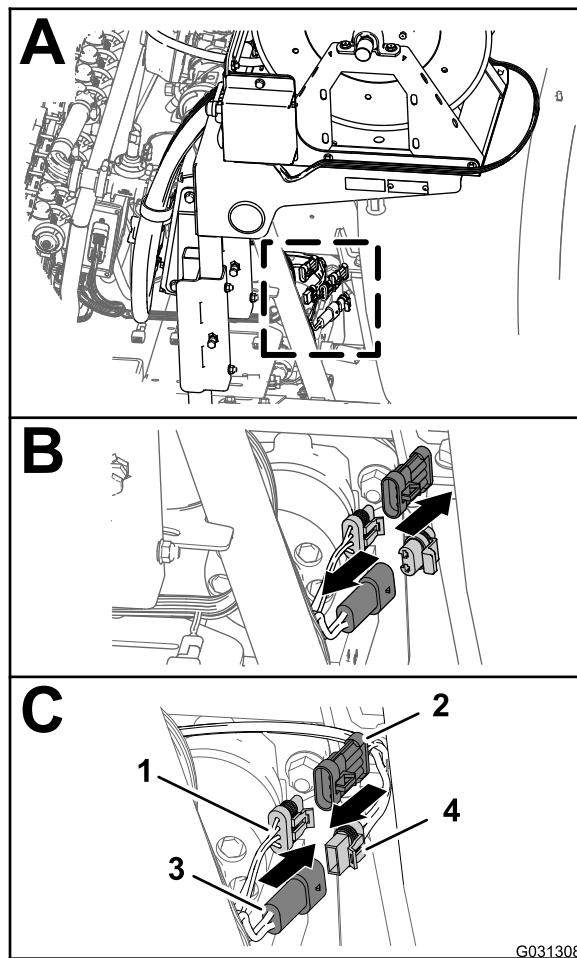

図 189
1. 機体後部で、液剤タンクの後部にある収納式ホースリールキットのワイヤハーネスを探し出す 図 189。
2. ホースリールの電源用の後メインハーネスの2ピンコネクタについているプラグを外す 図 189。
3. 電動ホースリール用ハーネスの2ソケットコネクタを、後メインハーネスの2ピンコネクタに接続する 図 189。
4. スプレー用ハーネスインターコネクタ用の後メインハーネスの3ソケットピンコネクタについているキャップを外す 図 189。
5. 電動ホースリール用ハーネスの3ピンコネクタを、後メインハーネスの3ピンソケットに接続する 図 189。